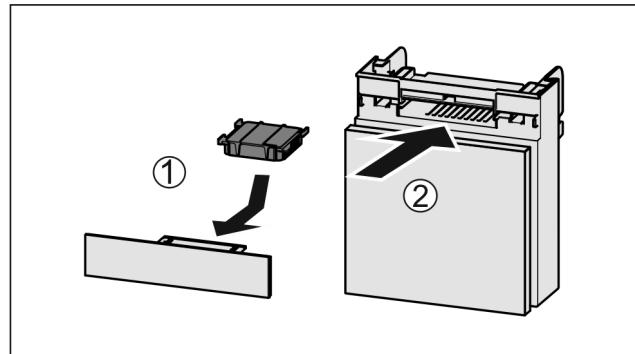

Fig. 187
- ▶ Aktivni ogleni filter vstavite Fig. 187 (1) skladno s prikazom na sliki.
- ▶ Predal potisnite noter Fig. 187 (2).